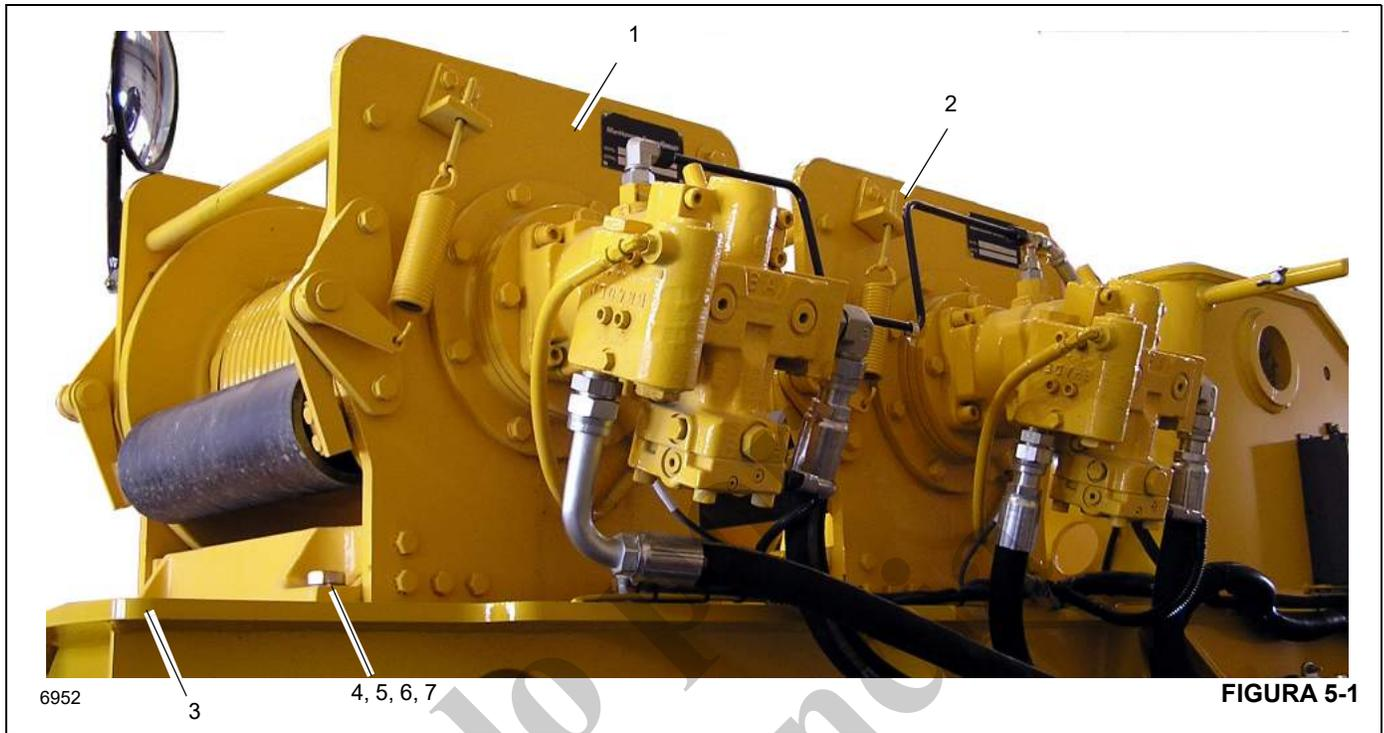

FIGURA 5-1
- Instale suplementos para llenar las separaciones existentes. Se permite alterar el grosor de un suplemento para poder llenar una separación no uniforme. Instale los pernos, las arandelas y las tuercas (Figura 5-1), y apriete. Consulte la sección Sujetadores y valores de apriete (página 1-15).